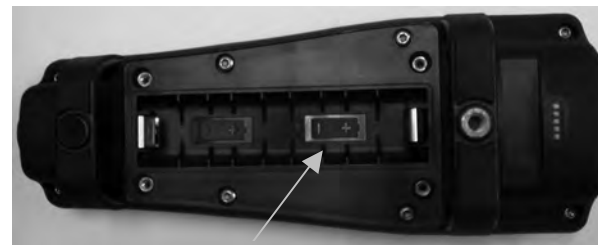

Abbildung 1. Pro Plus mit abgenommener Batteriefachabdeckung. Beachten Sie die Polaritätsmarkierungen.
3. Nehmen Sie die Batteriefachabdeckung ab und setzen Sie die neuen Batterien ein; beachten Sie die Polaritätsmarkierungen am Instrument bzw. der abgenommenen Abdeckung (Abbildung 1).